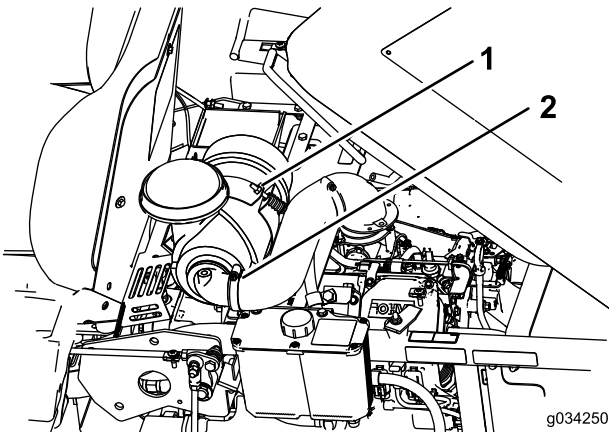

Bild 31
4. Lösen Sie die Schraube, mit der der Luftfilter befestigt ist (Bild 31).
5. Lösen Sie die Klemme, mit der der Schlauch befestigt ist, und entfernen Sie den Luftfilter (Bild 31).